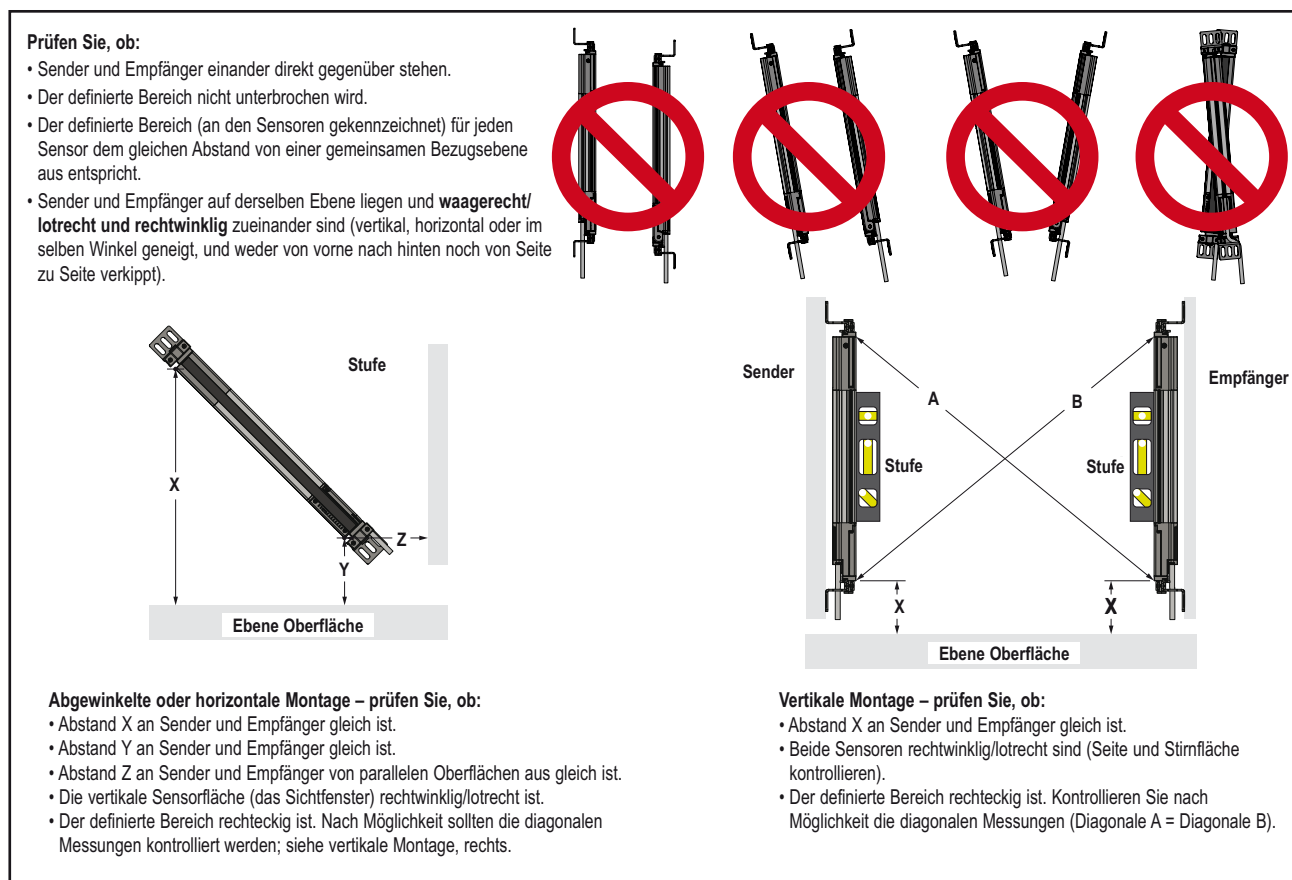

Abbildung 3-11. Sensormontage, mechanische Ausrichtung
3. Setzen Sie Sender und Empfänger wie in Abbildung 3-11 dargestellt in ihre Montagewinkel. Befestigen Sie die Platte des vorderen Montagewinkels lose an jedem Ende des Winkels.
4. Prüfen Sie, ob die Sensorsichtfenster einander direkt gegenüber liegen. Messen Sie den Abstand von einer Bezugsebene (z. B. einem ebenen Gebäudeboden) zu den gleichen Punkten an Sender und Empfänger, um ihre mechanische Ausrichtung zu kontrollieren. Nehmen Sie für die mechanische Ausrichtung eine Wasserwaage, ein Senkblei oder das optionale Laserausrichtwerkzeug LAT-1 (siehe Abschnitt 2.5), oder überprüfen Sie die diagonalen Abstände zwischen den Sensoren; siehe Abbildung 3-11. Die endgültige Ausrichtung wird in Abschnitt 3.4 beschrieben.
4. Positionieren Sie die Fenster von Sender und Empfänger so, dass sie einander genau gegenüber liegen. Messen Sie von einer Bezugsebene (z. B. einem ebenen Gebäudeboden) aus zu den gleichen Punkten an Sender und Empfänger, um ihre mechanische Ausrichtung zu überprüfen. Nehmen Sie für die mechanische Ausrichtung eine Wasserwaage, ein Senkblei oder das optionale Laserausrichtwerkzeug LAT-1 (siehe Abschnitt 2.5), oder überprüfen Sie die diagonalen Abstände zwischen den Sensoren, siehe Abbildung 3-11. Das endgültige Ausrichtverfahren wird in Abschnitt 3.4 erklärt.